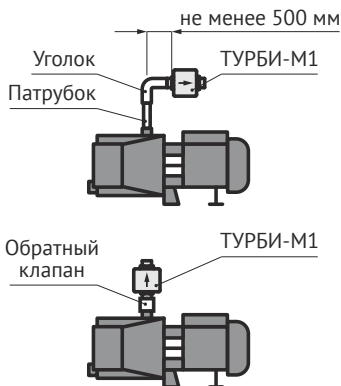

Рисунок 3 - Варианты установки ТУРБИ-М1 на поверхностный насос
*Не допускается вертикальная установка Блока непосредственно на выходной патрубок поверхностного насоса без обратного клапана (см. рисунок 3).*